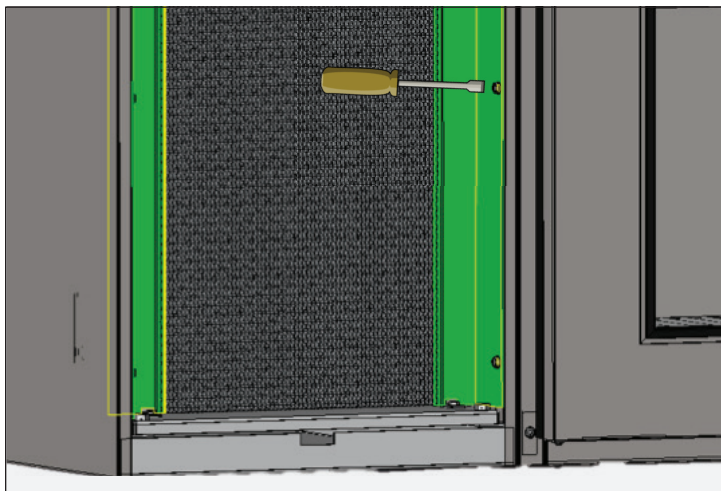

Fig. 6. Retire los soportes del serpentín.
7. Retire los soportes del serpentín del condensador. Véase la fig. 6.